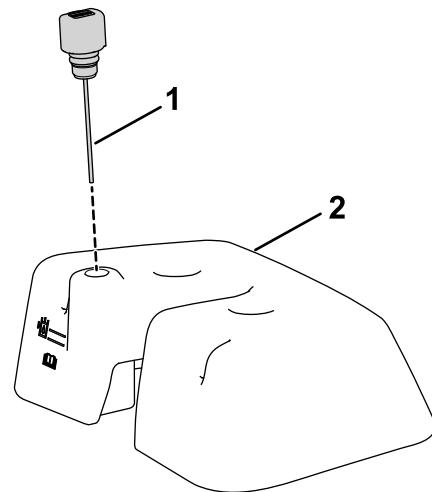

Bild 14
5. Stecken Sie den Peilstab in den Behälter des Ölleck-Warnsystems (Bild 14).